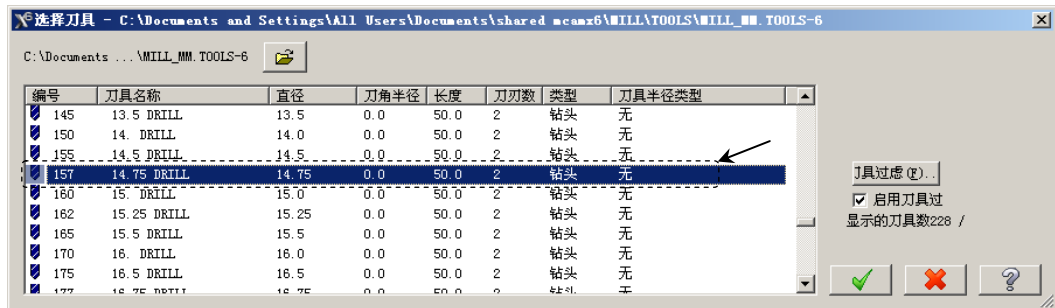

图 16.16 “选择刀具”对话框
Step4. 选择刀具。在“2D 刀具路径 – 钻孔/全圆铣削 深孔钻-无啄孔”对话框中，单击**从刀具库中选择...**按钮，系统弹出图 16.16 所示的“选择刀具”对话框，在该对话框的列表框中选择图 16.16 所示的刀具。单击按钮，关闭“选择刀具”对话框，系统返回至“2D 刀具路径 – 钻孔/全圆铣削 深孔钻-无啄孔”对话框。
(1) 在“2D 刀具路径-钻孔/全圆铣削 深孔钻-无啄孔”对话框的刀具列表中双击该刀具，系统弹出“定义刀具-机床群组-1”对话框。
(2) 设置刀具号码。在“定义刀具-机床群组-1”对话框中的**刀具号码**文本框中，将原有的数值改为 5。